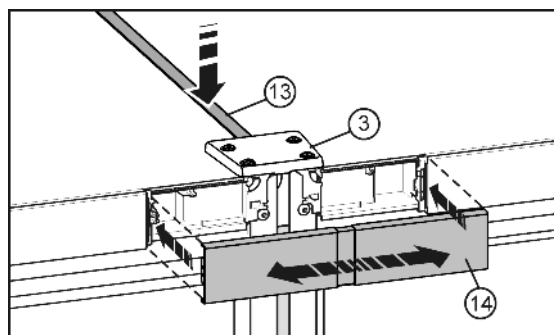

Fig. 10
- ▶ На верхней стороне вдавите в щель короткую планку Fig. 10 (13). Планка должна быть заподлицо с крышкой Fig. 10 (3) устройства на передней кромке.
- ▶ Защелкните крышку Fig. 10 (14) на еще открытом промежутке обеих заглушек участков обслуживания. Следите за тем, чтобы наружные стороны крышки заканчивались вровень с заглушками участков обслуживания. Для этой цели крышка сделана выдвижной.